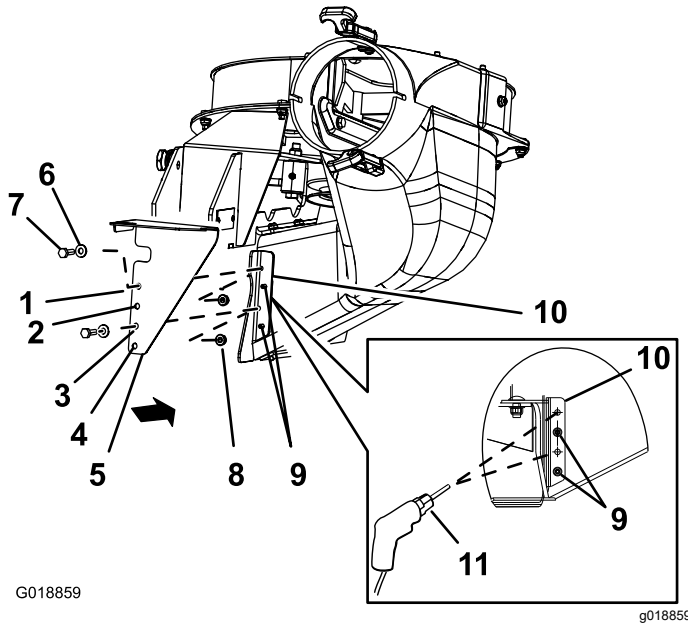

Bild 17
1. Fluchten Sie die untere CE-Schutzvorrichtung mit der Halterung des Gebläse-Auswurfkanals aus, wie in **Bild 17** abgebildet.
2. Fluchten Sie Loch 2 und Loch 4 der unteren CE-Schutzvorrichtung mit den Nietenden aus, die durch die Halterung des Gebläse-Auswurfkanals hervorragen (**Bild 17**).
3. Markieren Sie den Rand von Loch 1 und Loch 3 der unteren CE-Schutzvorrichtung auf der Halterung des Gebläse-Auswurfkanals und entfernen Sie die CE-Schutzvorrichtung (**Bild 17**).
5. Bohren Sie an den beiden gekörnten Markierungen 7 mm-Löcher in die Gebläsekanalhalterung (**Bild 17**).
1. Fluchten Sie die untere CE-Schutzvorrichtung mit der Halterung des Gebläse-Auswurfkanals aus (**Bild 17**).
3. Befestigen Sie die untere CE-Schutzvorrichtung mit zwei Sechskantschrauben (1/4" x 3/4"), zwei Unterlegscheiben und zwei Sicherungsmuttern (1/4") durch das Loch 1 und das Loch 4 der CE-Schutzvorrichtung am Gebläse (**Bild 17**).